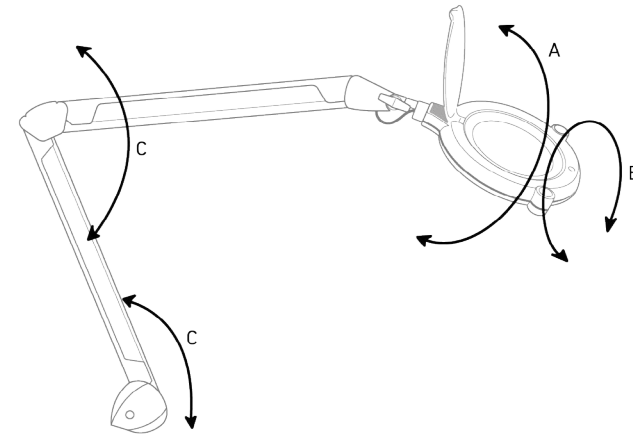

Abbildung 4 Aufbau der LED-Lupenleuchte
Der Kopf ist um 260° Grad (A, Abbildung 4) zu neigen. Lösen Sie den Verriegelungshebel (⑦ Abbildung 1), legen Sie den gewünschten Winkel fest und ziehen Sie den Verriegelungshebel wieder an. Drehen Sie bitte niemals über den Anschlag hinaus!
Sie können den Leuchtenkopf um 360 Grad drehen (B, Abbildung 4) und beliebig positionieren. Drehen Sie bitte niemals darüber hinaus!